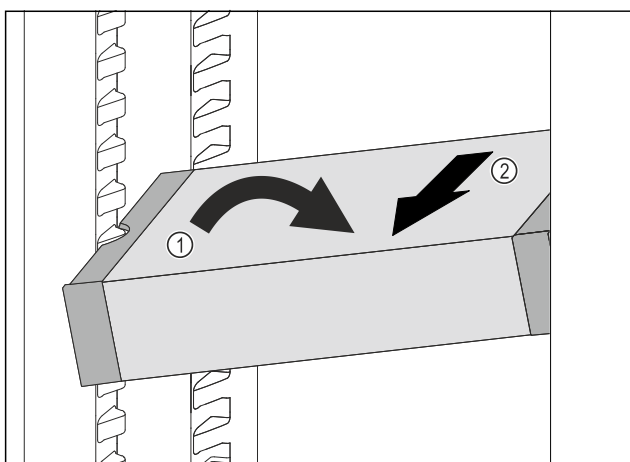

Fig. 119
- ▶ Poziționați oblic VarioSafe în frigider. Fig. 119 (1)
- ▶ Extrageți VarioSafe spre înainte. Fig. 119 (2)